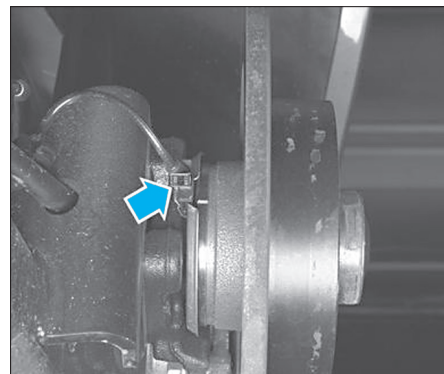

FIG. 20
- Débrancher le capteur ABS (fig. 20).